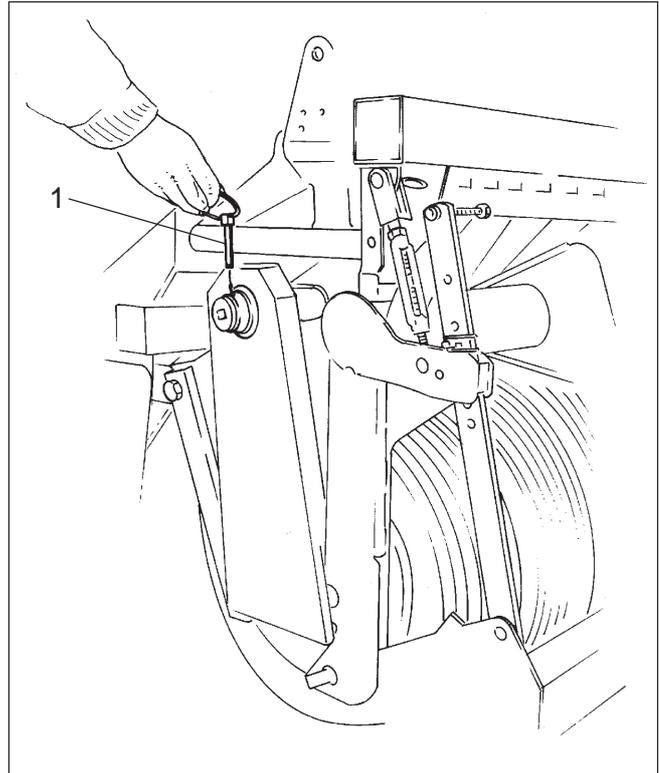

Fig. 21.7
Para poder efectuar el ensayo en vacío estando la sembradora parada, es necesario retirar el pasador (fig. 21.7/1) de la transmisión intermedia del rodillo compactador de neumáticos.
- Introducir el pasador (fig. 21.7/1) de la transmisión intermedia del rodillo compactador de neumáticos.